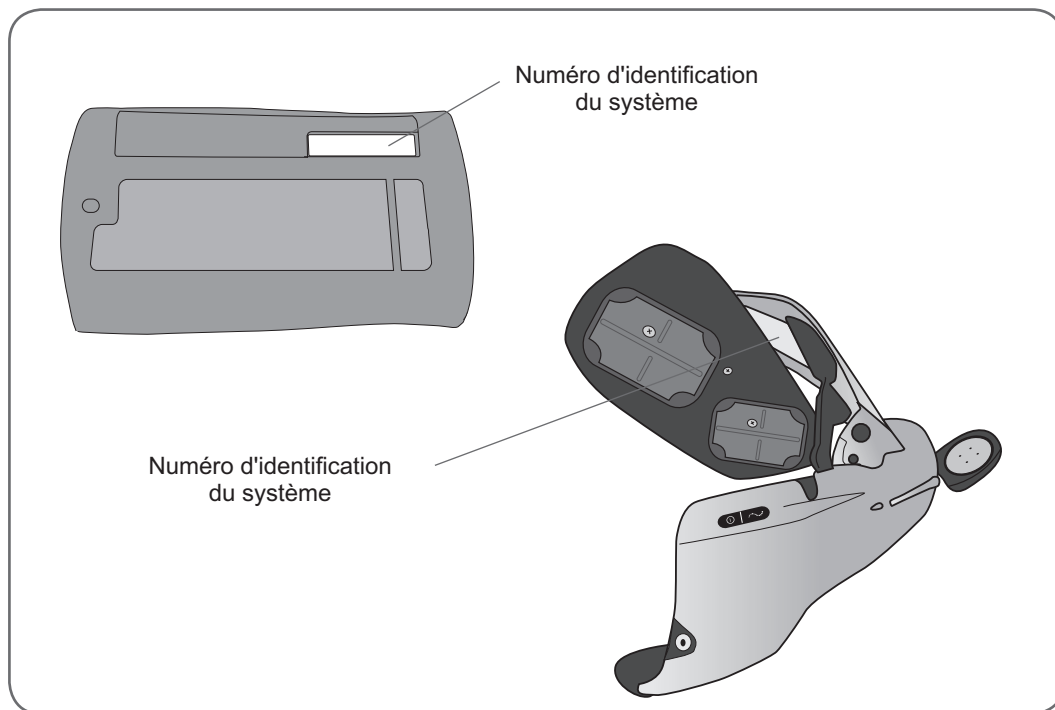

Figure 12-2 : Emplacement des numéros d'identification du système.
4. Localisez le numéro d'identification du système (par exemple, A334) sur le composant système existant. Le numéro d'identification du système est situé à l'arrière de l'unité de commande H200 Wireless et sous l'aile de l'extenseur de l'orthèse H200 Wireless. Reportez-vous à la Figure 12-2.